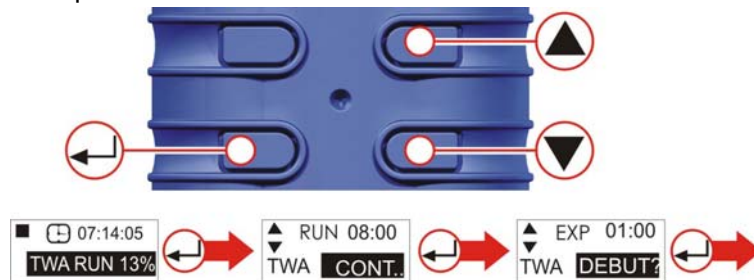

Figure 8 Moyenne pondérée sur le temps (TWA)
E. MOYENNE PONDÉRÉE DANS LE TEMPS (TWA) PRO et PLUS UNIQUEMENT (fig. 8)